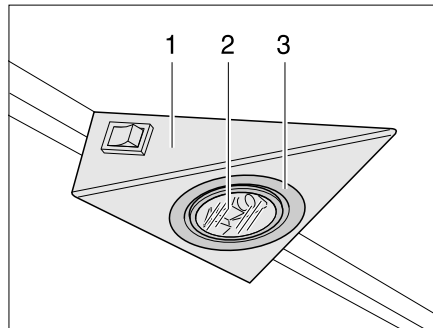

Bild 180 Halogeneinbauleuchte
Die Halogeneinbauleuchte ist in einem Gehäuse (Bild 180,1) versenkt eingebaut.
- Inneren Abdeckring (Bild 180,3) mit einem Schraubendreher vom Gehäuse lösen.
- Halogenglühlampe (Bild 180,2) entfernen.